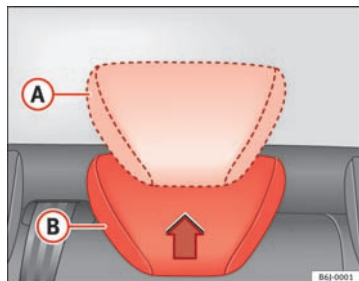

Fig. 5 Indstilling af hovedstøtter bagi
- Hævet position eller brugsposition (A) ⇒ Fig. 5. I denne position fungerer hovedstøtten som en almindelig hovedstøtte, og sammen med sikkerhedsselen beskytter den bagsædepassageren.
- Hvileposition (B) ⇒ Fig. 5. I hvileposition er førerens udsyn bedre.